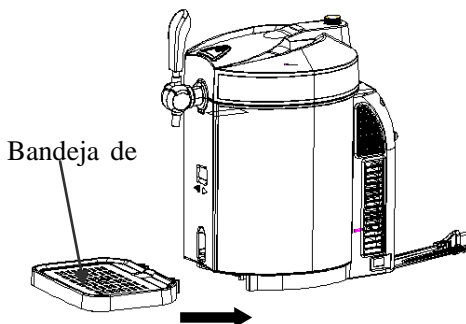

Figura 7
3. Coloque la bandeja de goteo de agua en el lugar previsto. (Demostración; como la figura 7)